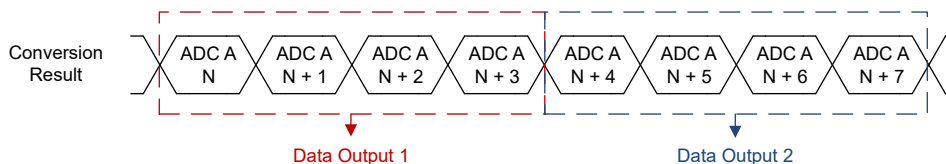

图 7-6. 简单平均数据输出
- 简单数据平均：如图 7-6 所示，ADC 的输出是在一个固定大小窗口内的各转换结果的平均值。该窗口在寄存器组 1 中地址 0x0D 中的 SAVG_MODE 字段中定义。随着用于数据平均的窗口大小增加，ADC 的输出数据速率会降低。如要启用简单数据平均，需将 1b 写入地址 0x0D 中的 SAVG_EN，并在地址 0x0D 中写入 SAVG_MODE 来选择窗口大小。